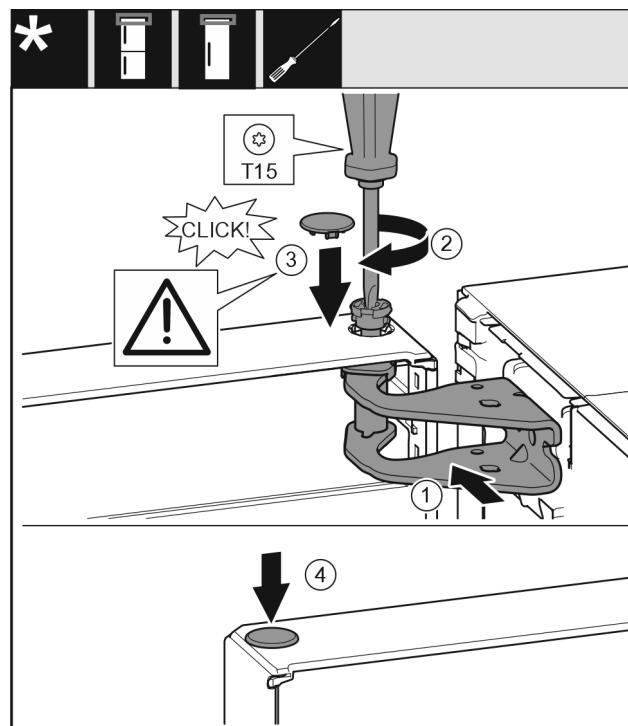

Fig. 20
- ▶ 将门的上方对准托架中的开口。Fig. 20 (1)
- ▶ 放入螺栓 Fig. 20 (2)并用螺丝刀拧紧。
- ▶ 安装冰箱门安全装置的安全盖 Fig. 20 (3)：放入安全盖并检查其是否在门上。此外将螺栓完全插入。
- ▶ 放上堵头 Fig. 20 (4)。